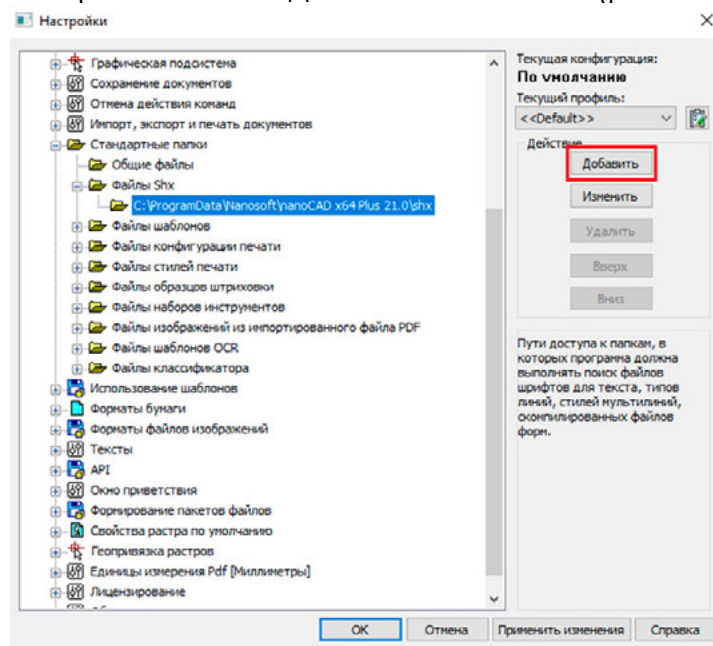

Рис. 15. Выбор стандартных папок
- б) раскрываем подраздел *Файлы Shx* раздела *Стандартные папки* и нажимаем кнопку *Добавить* в правой части диалогового окна (рис. 15);